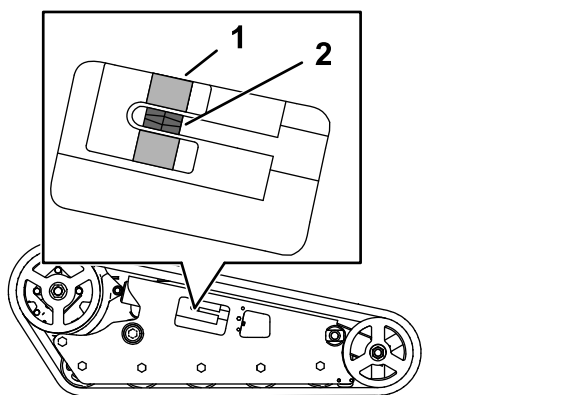

Figure 58
Vérifiez que le bloc de tension est aligné sur le guide vert de l'autocollant ou qu'il se trouve à 1,3 cm de l'arrière de la fente du tube de tension (Figure 58). Si ce n'est pas le cas, réglez la tension des chenilles comme suit :
4. À l'aide d'un rochet de 1/2 pouce, tournez la vis de tension dans le sens antihoraire jusqu'à ce que le bloc de tension soit aligné sur le guide vert de l'autocollant ou se trouve à 1,3 cm de l'arrière de la fente du tube de tension (Figure 58).